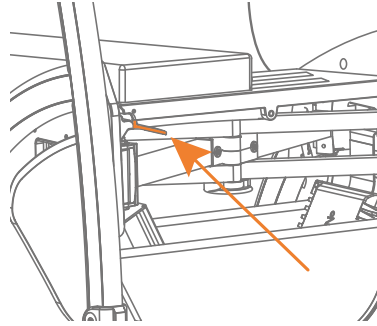
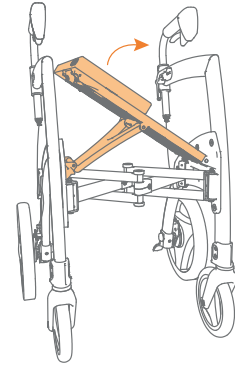

Abbildung 18: Drücken Sie den roten Hebel, während Sie den Sitz anheben.
Abbildung 19: Heben Sie den Sitz teilweise an.
- Drücken Sie den roten Entriegelungshebel unter den Sitz (**Abbildung 18**) und heben Sie den Sitz teilweise an (**Abbildung 19**).